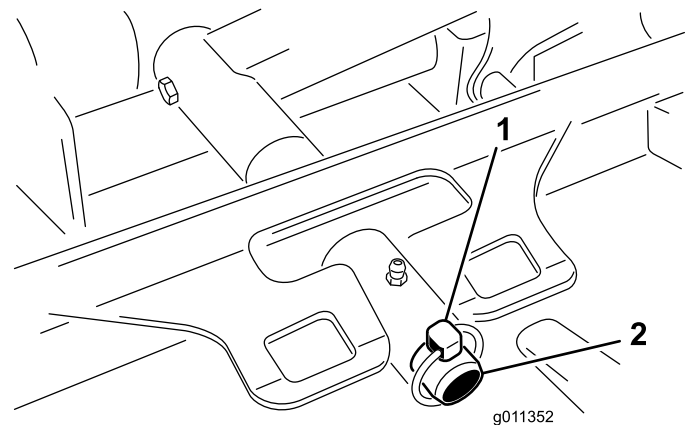

Figure 98
3. Retirez la goupille à anneau (Groundsmaster 4500) ou l'écrou de retenue (Groundsmaster 4700) qui fixe le bâti porteur du plateau de coupe à l'axe de pivot du bras de levage (Figure 98).
2. Faites glisser le bâti porteur du plateau de coupe sur l'axe de pivot du bras de levage (Figure 98). Fixez le plateau sur l'axe à l'aide de la goupille à anneau (Groundsmaster 4500) ou de l'écrou de retenue (Groundsmaster 4700).